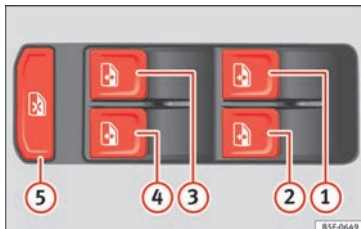

Abb. 137 Detail der Fahrertür: Bedienungstasten für die Fenster (Fahrzeug mit 5 Türen und elektrischen Fensterhebern vorne und hinten).
Die Tasten »Abb. 137 ①, ②, ③ und ④« verfügen über jeweils zwei Stufen zum Öffnen und zum Schließen der Fenster. Dadurch ist es einfacher, die Öffnungs- und Schließvorgänge zu kontrollieren.